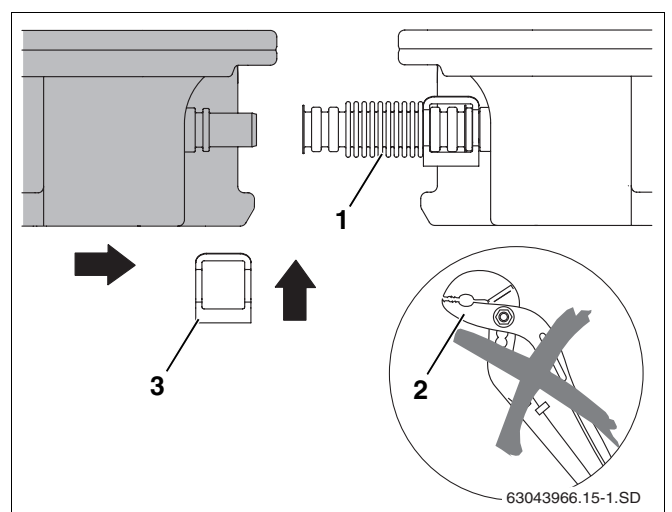

Fig. 49 Empurrar o segundo colector até ao primeiro
- ▶ Não utilize ferramentas auxiliares como, por ex. alicates (fig. 49, **item 2**). Estas podem danificar as ligações de tubo ondulado.
- ▶ Empurrar o segundo colector para o primeiro, de forma a que as ligações dos colectores encaixem nas ligações de tubo ondulado pré-montadas (fig. 49, **item 1**) do primeiro colector.
- ▶ Enfiar o segundo grampo (fig. 49, **item 3**) sobre a ligação do tubo ondulado e do colector.